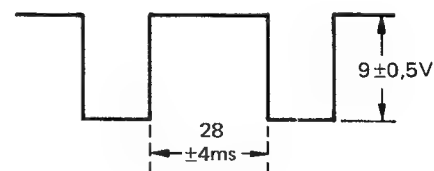

Abb. 8-5
2. Mit einem Oszilloskop (Selbsttriggerung) IC701, Stift 6 beobachten, sicherstellen, daß die in Abb. 8-5 dargestellten Anforderungen erfüllt werden.